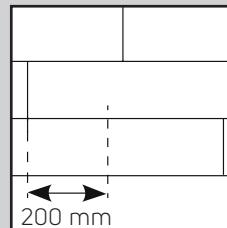
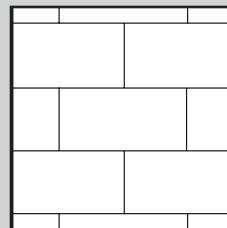

Fig. 3a
Fig. 3b
4. Comience la segunda fila de manera que la lengüeta encaje en la hendidura, sujetando el tablón en ángulo (aproximadamente a 30°) y, a continuación, empuje con firmeza el tablón/baldosa hasta que encaje en la hendidura de la primera fila. Instale el siguiente tablón/baldosa acoplando la lengüeta y la hendidura por el lateral largo (Fig. 3). Las baldosas y los tablones deben instalarse escalonados de manera que nunca coincidan cuatro esquinas. (Fig. 3a y Fig. 3b).